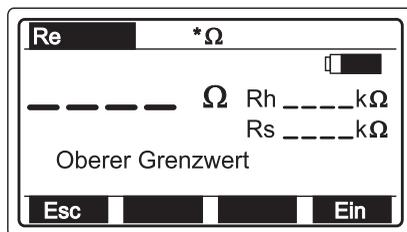

Bild 27: Einstellmenü die Grenzwerte
- Zur Einstellung des Grenzwertes zuerst die Funktionstaste F2 (GW) drücken, um in das Einstellmenü für die Grenzwerte zu gelangen, siehe Bild 27.